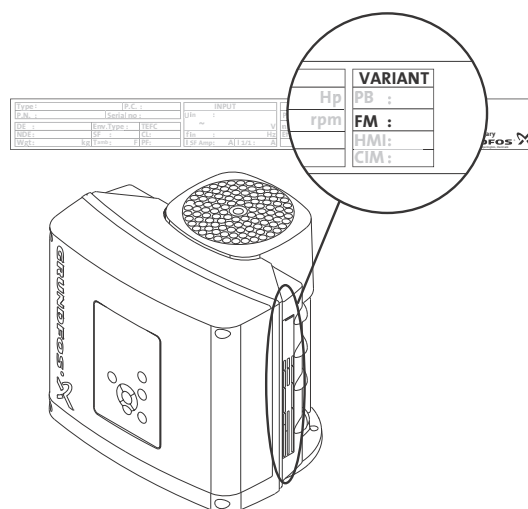

Рис. 8 Идентификация функционального модуля
Количество клемм зависит от функционального модуля (FM). Установленный модуль можно идентифицировать по фирменной табличке электродвигателя. См. рис. 8.